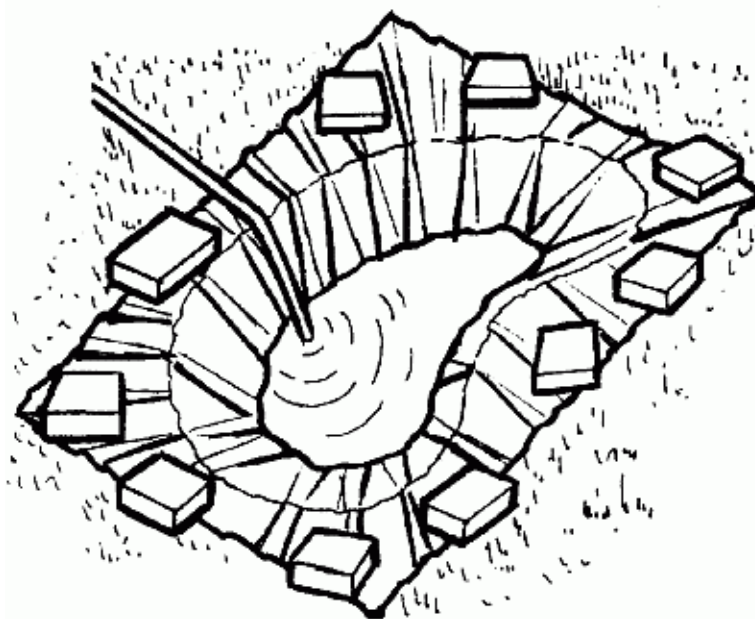

Рис. 73. Наполнение пруда водой
5. Придавливают пленку по краям камнями и наполняют яму водой из шланга (рис. 73). При этом пленка начнет прогибаться и примет в конце концов очертания дна. По мере наполнения пруда водой постепенно убирают камни с краев пленки.